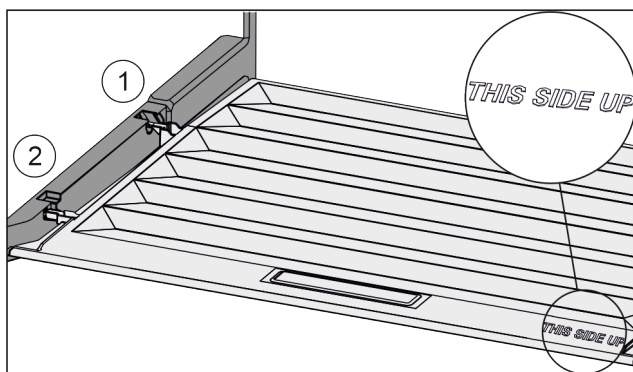

Fig. 76
- Вставити поперечні ребра через отвір заднього тримача Fig. 76 (1) і зафіксувати спереду у тримачі Fig. 76 (2).